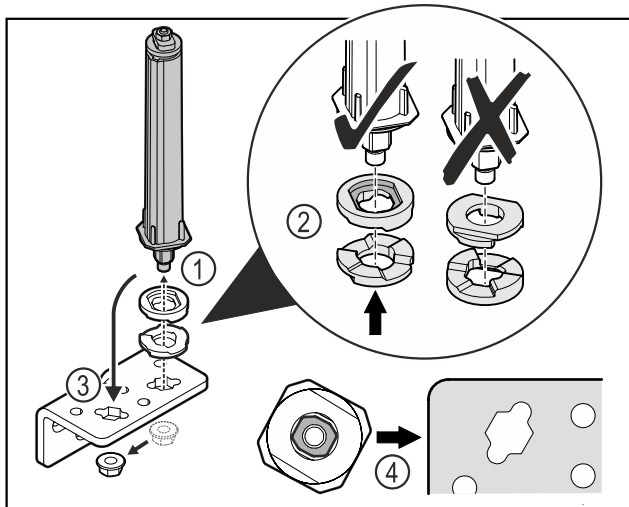

Fig. 40
- Vabastage mutter ja eemaldage ukسلukustussüsteem Fig. 40 (1).
- Pöörake tähelepanu kõrguseadeseibide korrektsele väljajoondusele Fig. 40 (2).
- Paigutage ukسلukustussüsteem šarniirnergikus ümber ja fikseerige mutriga Fig. 40 (3).
- Pöörake sissepanemisel tähelepanu ukسلukustussüsteemi korrektsele väljajoondusele Fig. 40 (4).